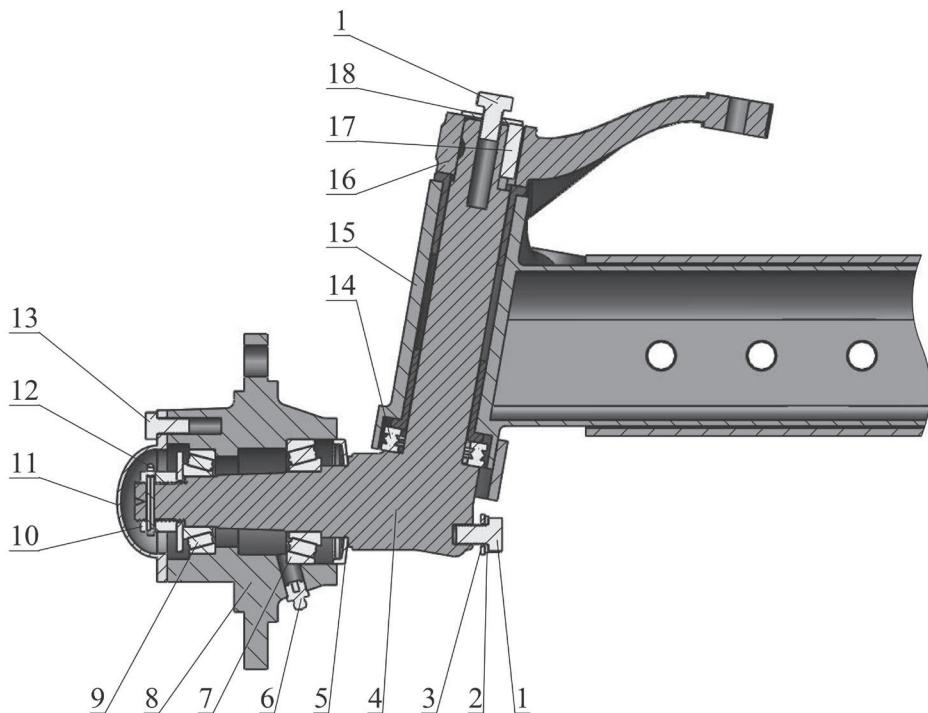

Рис. 17. Регулировка зазоров колеи конических роликовых подшипников
Величина осевого зазора в подшипниках (поз. 7,9, Рис. 17) ступиц передних колес должна составлять 0.08-0.20 мм. В процессе эксплуатации трактора вследствие износа подшипников и прочих деталей величина зазора изменяется, что влечет за собой нарушение нормальной работы. Проверка свободного хода в подшипниках ступиц производится после обкатки и через каждые 500 моточасов работы трактора.
3. Отверните болты крепления крышки ступицы (поз. 13, Рис. 17) и снимите крышку (поз. 11, Рис. 17)
4. Выньте шплинт (поз. 12, Рис. 17) и, поворачивая колесо, затяните корончатую гайку (поз. 10, Рис. 17) до появления сопротивления вращению колеса.
5. Отпустите корончатую гайку до совпадения ближайшей её прорези с отверстием под шплинт в оси поворотной цапфы (поз. 4, Рис. 17). Проверьте легкость вращения колеса и наличие люфтов.